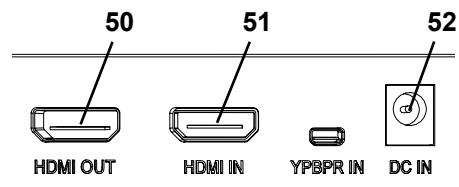

Abb. 35
- ⇒ REC-Taste (56, Abb. 35) am HDMI-Video-Recorder drücken.
- ♦ Die Signal-LED (55, Abb. 35) leuchtet rot.
⇒ Mikrofon-Kabel des Headsets (rosa Stecker) in Anschluss MIC IN (54, Abb. 35) (rosa Kennzeichnung) einstecken.